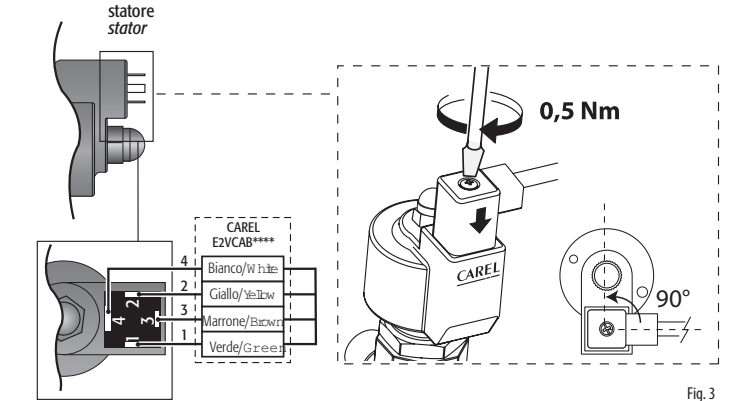

Fig. 3
7. Collegare il connettore già cablato al motore passo passo nel relativo alloggiamento e serrare la vite con una coppia di 0,5Nm seguendo le indicazioni in Fig. 3. Collegare a questo punto l'estremità quadripolare del cavo nei relativi morsetti del Driver CAREL EVD*** o relativo controllo omologato CAREL ed impostare i parametri secondo il set riportato nella tabella sottostante.
7. Connect the pre-wired connector to the socket on the stepper motor and tighten the screw, applying a force of around 0.5 Nm, following the instructions shown in Fig. 3. Then connect the four-pin end of the cable to the corresponding terminals on the CAREL EVD*** driver or other approved CAREL controller, and set the parameters according to the values shown in the table below.
- Raccorder le connecteur déjà câblé au moteur pas à pas dans le logement correspondant et serrer la vis avec un couple de 0,5Nm en suivant les indications de la Fig. 3. Connecter ensuite l'extrémité quadriolaire du câble aux bornes correspondantes du Driver CAREL EVD*** ou du régulateur homologué CAREL et configurer les paramètres selon la valeur reprise au tableau ci-dessous.
- Den vorverdrahteten Steckverbinder in den Schrittmotor einfügen und die Schraube nach den Anleitungen der Fig. 3 mit rund 0,5 Nm Drehmoment festschrauben. Das Vierleiterkabelende an die entsprechenden Klemmen des CAREL-Treibers EVD*** oder an eine andere zugelassene CAREL-Steuerung anschließen und die Parameter gemäß Parameter-Set der nachstehenden Tabelle einstellen.